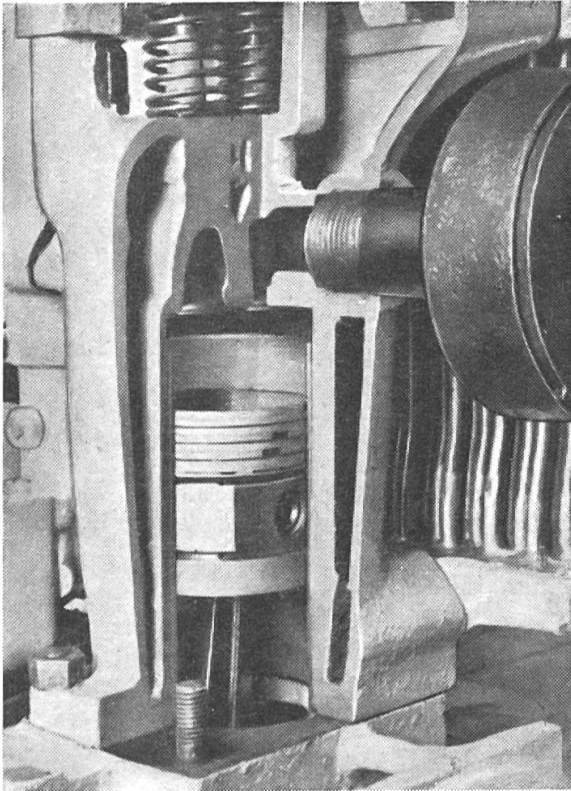

Fig. 78
Le monobloc entoure les chambres dans lesquelles les gaz se consomment. Lorsque les moteurs sont à refroidissement par eau, les cylindres juxtaposés sont coulés en une pièce. Il s'agit de véritables œuvres d'art, car les parois doivent être aussi minces que possible en considération du poids (fig. 78).
- Fig. 78: Le coulage du monobloc exige de la part des constructeurs beaucoup d'habileté, parce que cette pièce est traversée par des conduits à eau de refroidissement. Le monobloc représenté par cette illustration est équipé d'une «boîte sèche».